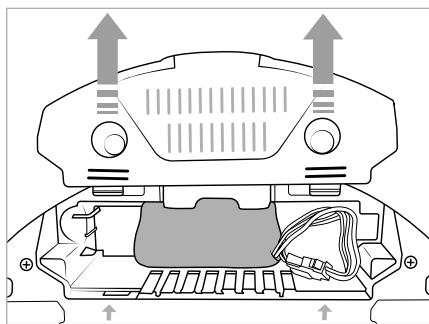

Fig. 26
- 1) Retire la cubierta del compartimento de la batería **17** del aparato (consulte la fig. 26).